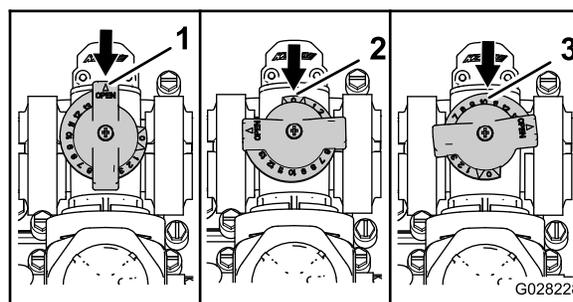

Рисунок 30
- Перепускной клапан перемешивания находится в полностью открытом положении, как показано на виде А на Рисунок 30.
- Перепускной клапан перемешивания находится в закрытом (0) положении, как показано на виде В на Рисунок 30.
опрыскивания), как показано на виде С на Рисунок 30.